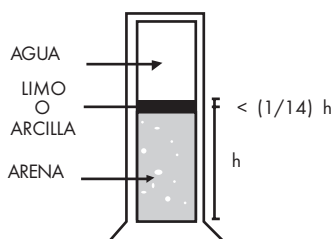

FIG. 2
- Arcilla o Limo queda en la parte superior como capa de color café claro. Se acepta si capa de Arcilla o Limo es menor a 1/14 de la altura de arena (ver Fig.2).